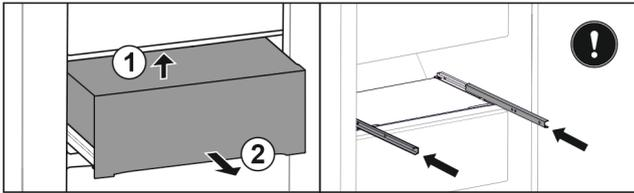

Fig. 54
- ▶ Sollevare il cassetto dal basso sul lato posteriore. Fig. 54 (1)
- ▶ Rimuovere il cassetto tirandolo in avanti. Fig. 54 (2)